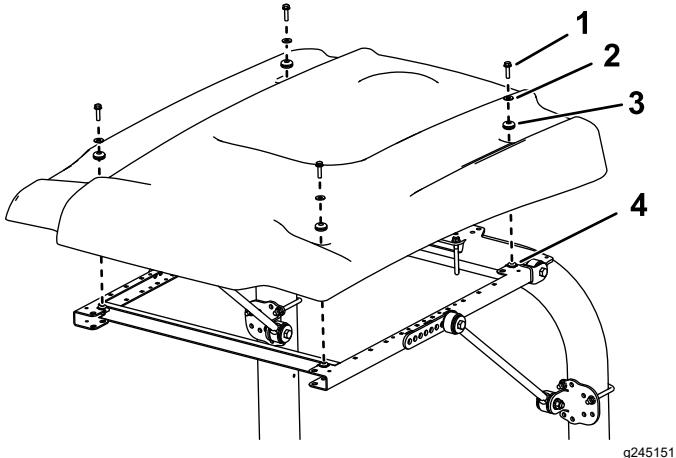

Рисунок 41
15. Выравнивая монтажные отверстия, расположите солнцезащитный навес на раме, как показано на Рисунок 41.
16. Установите каждый угол солнцезащитного навеса на раму с помощью болта с фланцевой головкой (5/16 x 1 $\frac{1}{4}$ дюйма), малой шайбы и уплотнительной втулки, не затягивая их (Рисунок 41).